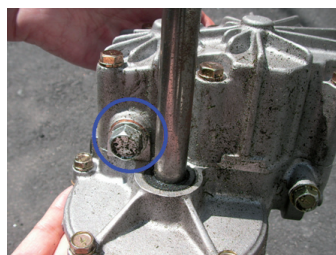

Bild 21
- Lassen Sie nun das HST Öl ab. Lösen Sie die Schraube Bild 21 und lassen das Öl komplett ab.